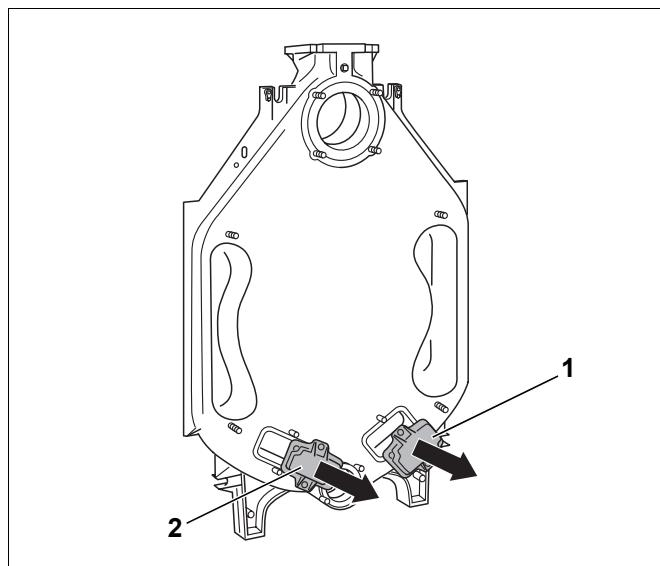

Fig. 10 Smontaggio dei coperchi di pulizia
- ▶ Svitare i coperchi di pulizia sull' elemento posteriore (fig. 10, [1] e [2]).